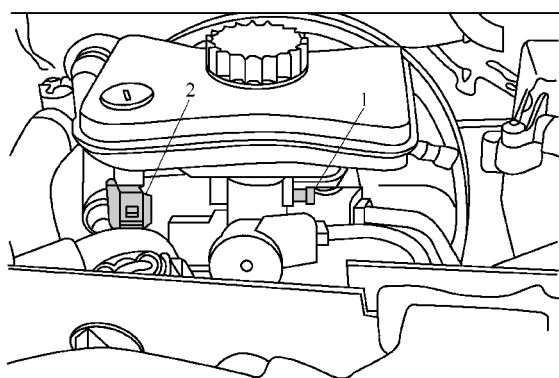

图 3-2-29 旋下制动液储液罐的锁紧螺栓并拔下插接器
7) 如图 3-2-29 所示, 旋下制动液储液罐的锁紧螺栓 1, 拔下插接器 2。